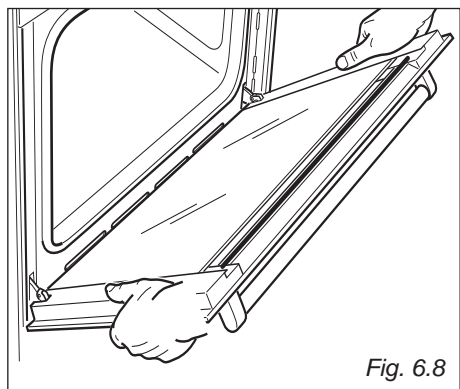

Fig. 6.8
- Hold ovnlågen som vist på Fig. 6.8.